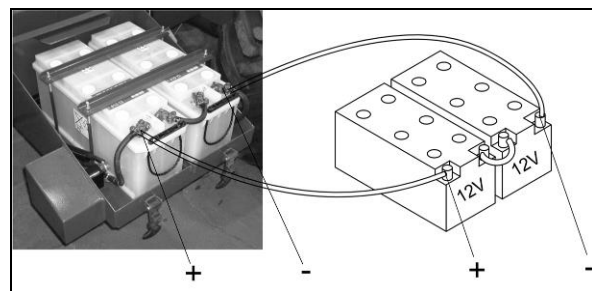

Fig. 109
1. Verbinden Sie einen Pluspol (+) und einen Minuspol (-) der beiden Starthilfebatterien miteinander, um die erforderliche Spannung von 24 Volt zu erzeugen (Fig. 109)